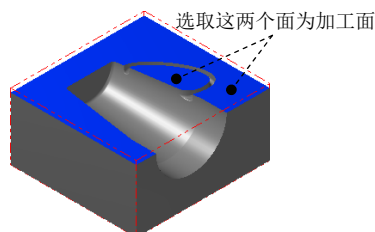

图 21.26 选取加工面
Step2. 选取加工面。在图形区中选取图 21.26 所示的曲面（共两个），然后按 Enter 键，系统弹出“刀具路径的曲面选取”对话框。单击“刀具路径的曲面选取”对话框中的 按钮，系统弹出“曲面精加工平行铣削”对话框。